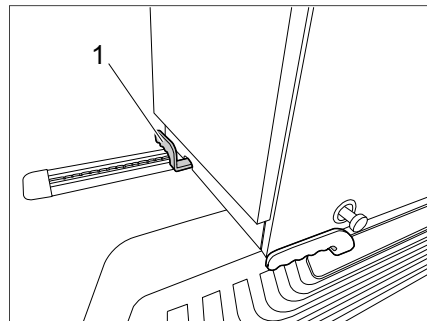

Bild 28 Küchenblock entriegeln
- Arretierhebel (Bild 28,1) hochziehen.